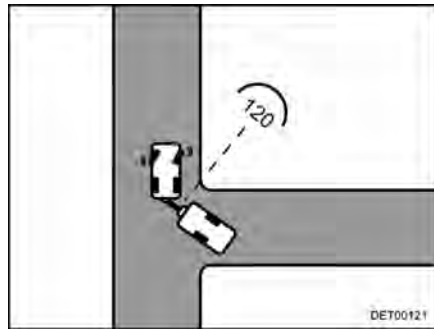

Fig. 15 Recorrido
- Detenerse una vez que se haya alcanzado un ángulo de aprox. 120° entre los vehículos (Fig. 15).